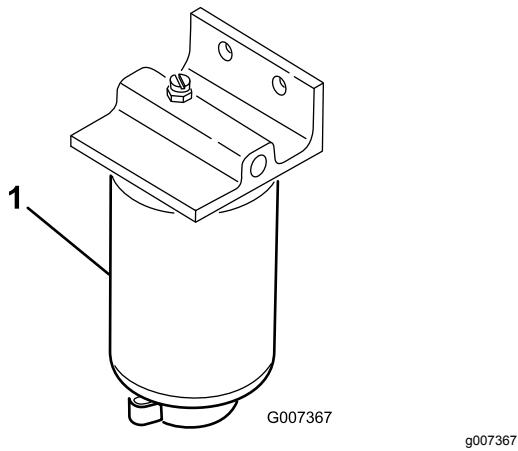

图41
2. 清洁滤清器过滤筒的安装区域图41。
4. 打开滤清器排油塞和通气阀图41。